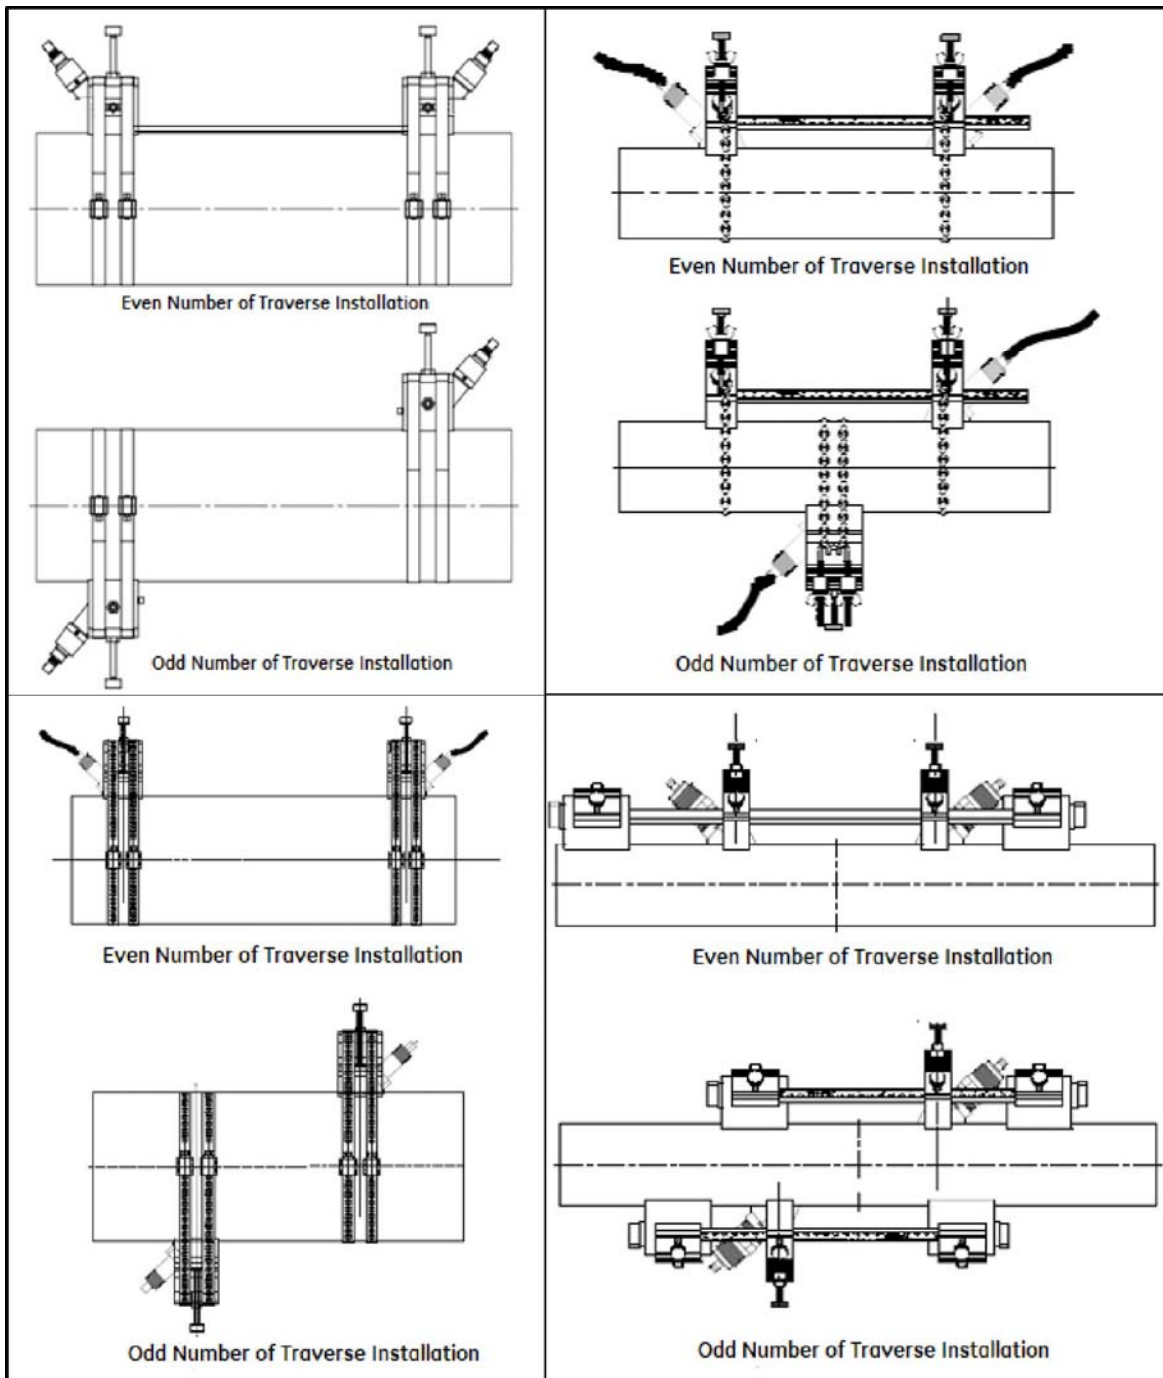

図 22: SCF クランプ器具(左上)、UCF クランプ器具(右上)、GCF クランプ器具(左下)、MCF クランプ器具(右下)
上記の固定具（SPCFを除く）の場合、取り付けの最後のステップは、クランプ固定具にトランスデューサを取り付けることです。すべてのトランスデューサモデルが同じ方法でインストールされるわけではありませんが、次の情報では一般的なガイドラインを示します。トランスデューサの表面は、超音波信号が放射される配管と接触していなければならない。全ての当社トランスデューサは、図 22 に示すように、ディンプル、窪み、トランスデューサくさび面の反対側のドリル・ポイントまたはスロットを含み、トランスデューサを整列させて固定する際のガイドとして使用する。また、一部のトランスデューサでは、トランスデューサ間隔の設定を補助するために、側面にスクライブマークが付いています。図 17 にトランスデューサのディンプルとスクライブマークの例を示します。
5. 手順 1~4 を繰り返して、もう一方のトランスデューサを固定ショートブロックにマウントします。完成した典型的なクランプ取付け具については、下記の図 22 を参照のこと。